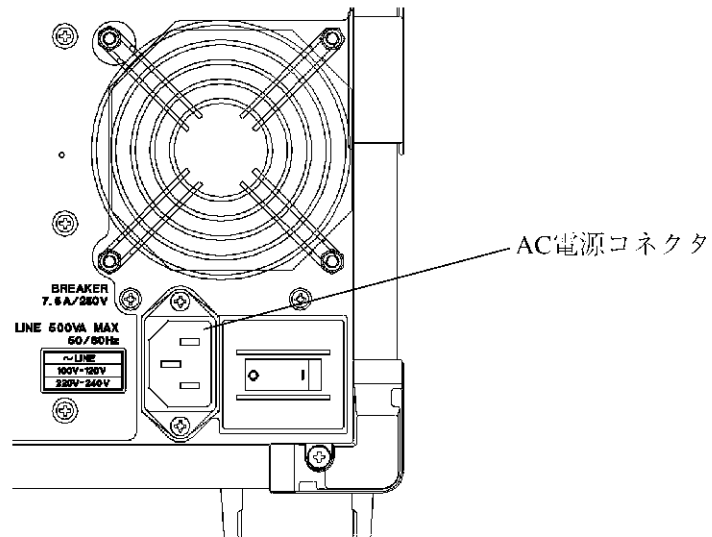

図 3-6 電源ケーブルの接続
2. 本器リア・パネルの AC 電源コネクタと、保護接地端子を備えた 3 極電源コンセントを付属の電源ケーブルで接続します (図 3-6 を参照)。